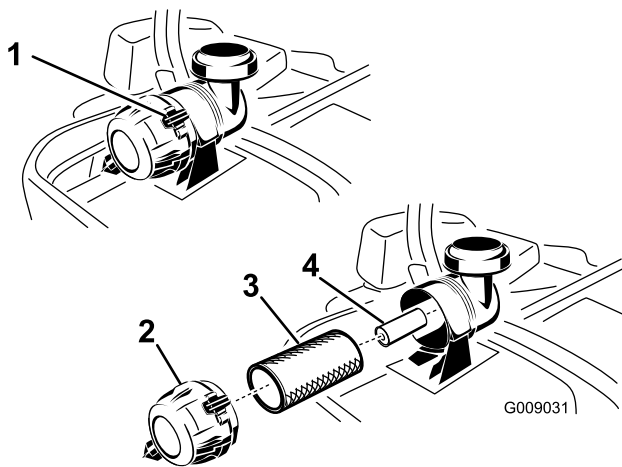

Figura 46
3. Presione hacia abajo para abrir los cierres del limpiador de aire, y tire de la tapa de la entrada de aire para separarla del cuerpo del limpiador de aire (Figura 46).
5. Extraiga con cuidado el filtro primario del cuerpo del limpiador de aire (Figura 46). Evite golpear el filtro contra el lado de la carcasa.
1. No limpie el filtro de papel, cámbielo (Figura 46).
2. Si va a cambiar el filtro secundario, deslícelo cuidadosamente en el cuerpo del filtro (Figura 46).
3. Deslice cuidadosamente el filtro primario por encima del filtro secundario (Figura 46).
5. Instale la tapa del limpiador de aire y gírela hasta que los enganches la bloqueen en su sitio (Figura 46).